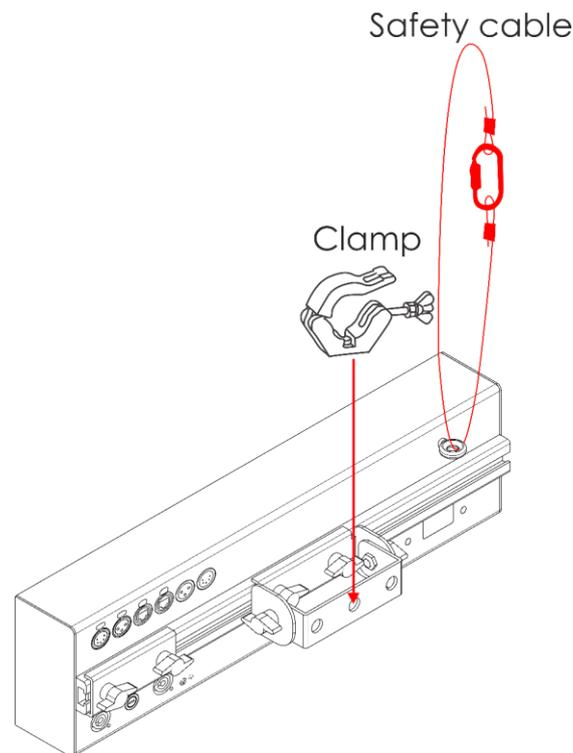

Fig. 04
- 01) Instale la abrazadera como se indica en la Fig. 04. Asegúrese de utilizar las abrazaderas apropiadas para colocar el dispositivo en un truss.
- 03) Sujete el dispositivo con una suspensión secundaria, por ejemplo, un cable de seguridad. Asegúrese de que la suspensión secundaria puede soportar 10 veces el peso del dispositivo. Si es posible, la suspensión secundaria debería conectarse a una estructura de soporte independiente de la suspensión primaria. Pase el cable de seguridad a través del **anillo de seguridad (07)** como se indica en la Fig. 04.